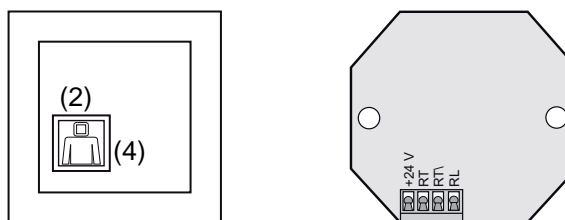

Bild 5: Ruftaster-Aufsatz mit Rahmen (links), Rückansicht Einsatz (rechts)
- In einer Notfallsituation an der Schnur des Zugtasters (Bild 2, 1) ziehen oder die rote Taste des optionalen Ruftasters (Bild 5, 4) betätigen.